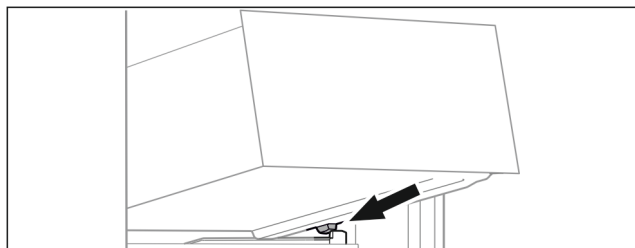

Fig. 66
- Nasadíte zásuvku šikmo za zarážkami na rebro nádoby. (pozri Fig. 66)